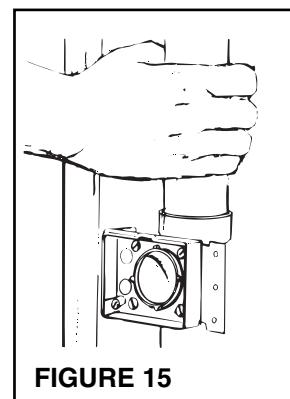

FIGURE 15
- Voyez la figure 15. Insérez le tuyau dans le raccord en le faisant tourner pour étaler uniformément la colle. Soyez sûr que le tuyau soit solidement en place.